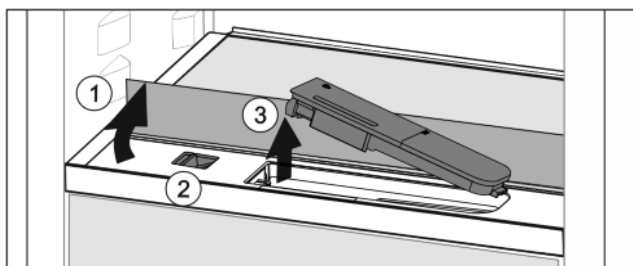

Fig. 36
- Soulever la tablette et la rabattre vers l'arrière jusqu'à la butée Fig. 36 (1).
- Pousser le curseur Fig. 36 (2) vers la gauche.
- Sortir le filtre à eau Fig. 36 (3).